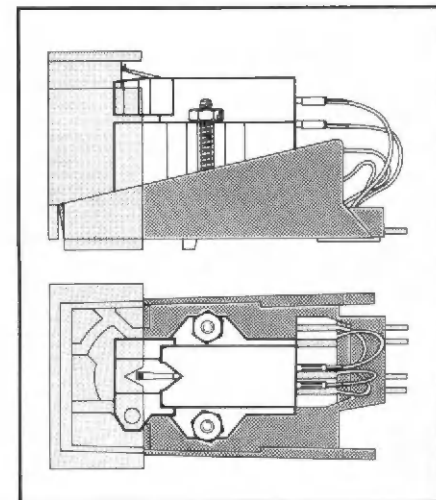

Fig. 13
2. Befestigen Sie das Tonabnehmersystem unter Verwendung des dem Tonabnehmersystem beigefügten Zubehörs auf dem Systemträger. Zu beachten ist, daß das Tonabnehmersystem am geometrisch richtigen Ort im Systemträger montiert wird (Fig. 13).